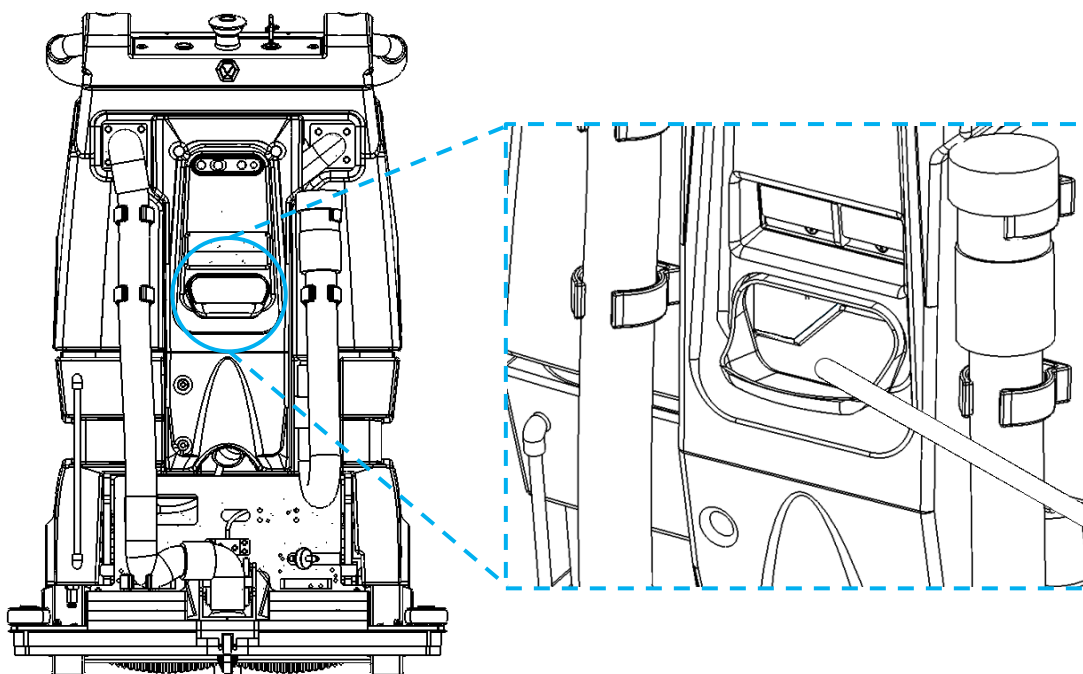

Fig. 2
3. Steek het andere uiteinde van de schoonwaterslang in de schoonwaterinlaat. Duw een aanzienlijke lengte van de slang in de inlaat om te voorkomen dat hij er tijdens het vullen uitvalt (Fig. 2).